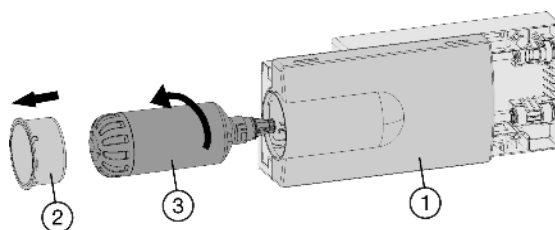

Fig. 35
- ▶ Dado el caso, extraiga el cajón Fig. 35 (1).
- ▶ Retire la tapa del filtro Fig. 35 (2).
- ▶ Gire el filtro de agua Fig. 35 (3) unos 100 ° hacia la izquierda y retírelo.